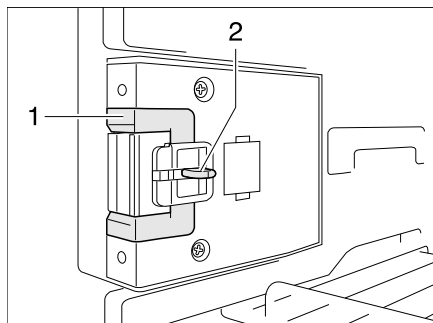
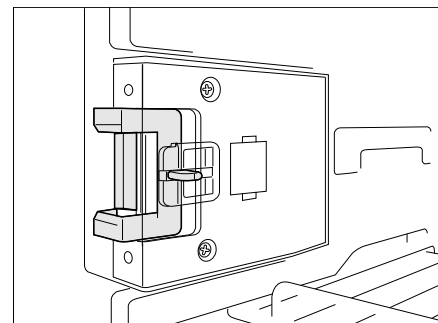

Bild 145 Verschlusseinrichtung in Normalstellung
Bild 146 Verschlusseinrichtung in Lüftungsstellung
■ Die Entriegelung (Bild 145,2) eindrücken.
■ Die Verschlusseinrichtung (Bild 145,1) nach vorn schieben (Bild 146).